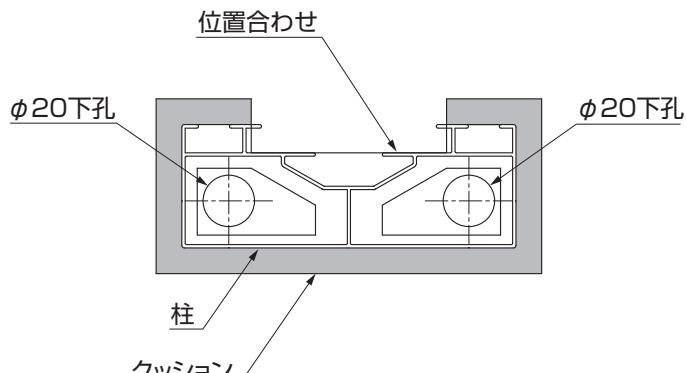

図2-10
- ① クッション貼付け面のホコリ、水分を取除いてください。
- ② クッションの剥離紙をはがして、位置を合わせて地面に隙間ができるないように貼付けてください。 (図2-10参照)